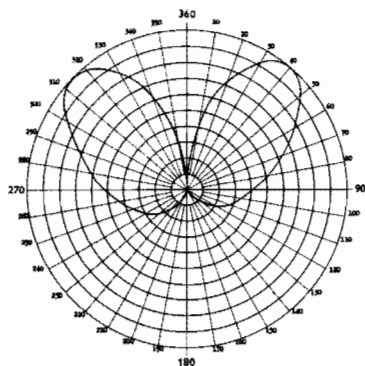

Bild 9. Pejldiagram vid 125 Mp/s
- Bild 9.** Pejldiagram vid 125 Mp/s